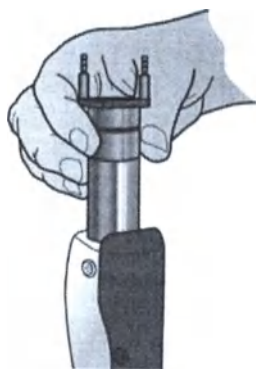

Рисунок 3-2: Установка Картриджа с Линзами в Комплект Излучателя
2. Расположите по одной оси плоскость Картриджа с Линзами и плоский выступ на Комплекте Излучателя (смотри **рисунок 3-2**) и затем без усилия подтолкните Картридж с Линзами на место.